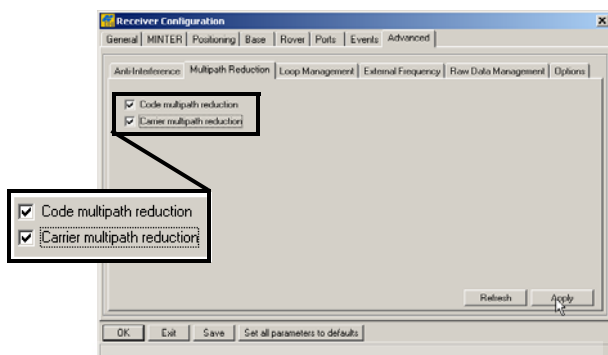

Figura 3-15. Configuración de los Parámetros de Multipath
12. Haga clic en la pestaña *Advanced* y a continuación en la pestaña *Multipath*. Configure los siguientes parámetros y a continuación haga clic en **Apply** (Figura 3-15).